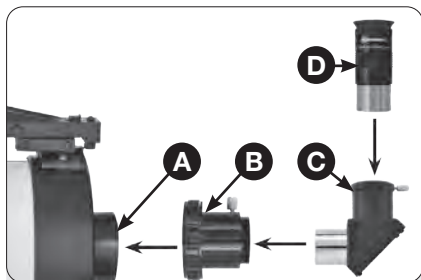

Abb. 11: Montage-Reihenfolge des optischen Zubehörs an der Fokussiereinheit.
11. Anbringen der Okularhalterung (Abb. 11): Entfernen Sie die Staubschutzkappe an der Öffnung des Strahlengangs am Tubusende (A, Abb.11). Setzen Sie die Okularhalterung (B, Abb.11) auf das Gewinde am Tubusende und schrauben die Überwurfmutter darüber handfest an. Dann stecken Sie den Zenitspiegel (Abb.11, C) in der gewünschten Orientierung in den Okularhalter und klemmen diesen mit der seitlichen Rändelschraube.
12. Einsetzen des Okulars (Abb. 11) für den Geradesichtmodus: Entfernen Sie die Staubschutzkappe von der Okularhalterung. Legen Sie die Staubschutzkappe an einen sicheren Platz und setzen Sie sie wieder ein, wenn Sie mit dem Beobachten fertig sind, damit kein Schmutz in das Teleskop eindringt. Lösen Sie die Rändelschraube und setzen Sie das mitgelieferte Okular (D, Abb. 11) in die Okularhalterung ein. Ziehen Sie anschließend die Schraube wieder handfest an, damit das Okular
13. Einsetzen des Zenitspiegels (Abb. 11): Für einen bequemeren nackenfreundlichen Einblick in Zenithöhe empfehlenswert. Er wird statt des Okulars (D, Abb. 11) in die Okularhalterung (B, Abb. 11) eingesetzt. Anschließend wird das Okular in die Aufnahme des Zenitspiegels eingesetzt. Ziehen Sie nach dem Einsetzen von Zenitspiegel und Okular jeweils die entsprechenden Fixierschrauben wieder gut an, damit alle Teile sicher in Ihrer Position befestigt sind.